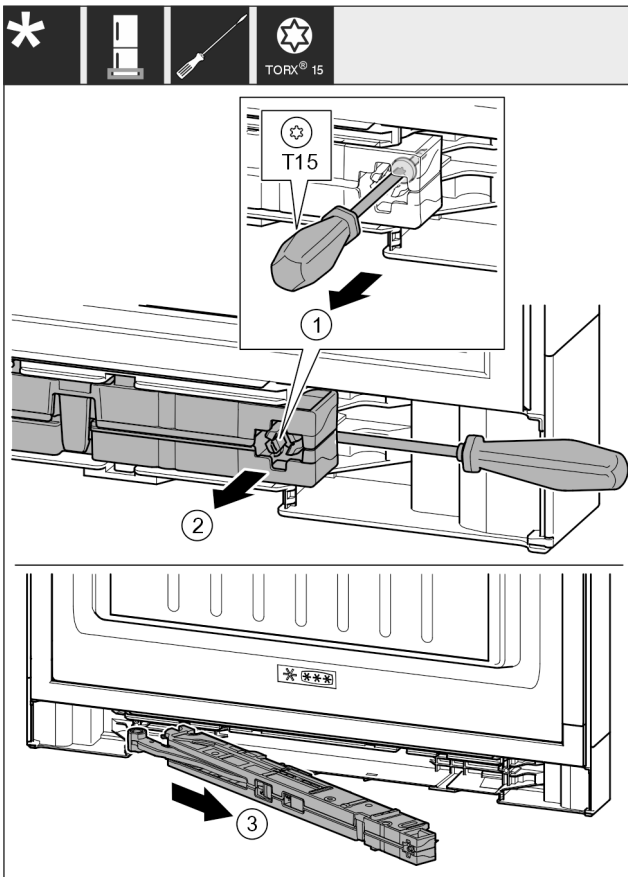

Fig. 19
- Desserrer la vis Fig. 19 (1) de l'unité d'amortissement de fermeture au moyen d'un tournevis 14 mm (9/16 in).
- Décrocher l'unité d'amortissement de fermeture Fig. 19 (2) côté poignée vers l'avant avec un tournevis.
- Retirer l'unité d'amortissement de fermeture Fig. 19 (3).